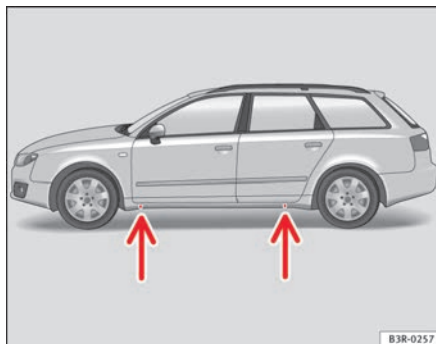

Fig. 190 Troca da roda:
- Procure na longarina inferior o **ponto de apoio** mais próximo da roda furada ⇒ fig. 190 -setas-.
Na longarina inferior estão marcados os sítios nos quais o macaco pode exercer o apoio ⇒ fig. 190 -setas-. Foi previsto *um* sítio para cada roda. O macaco não deve ser aplicado noutros pontos.